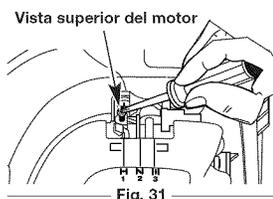

Fig. 31
La velocidad mínima del motor puede ser ajustada. Puede tener acceso al tornillo de ajuste de mínima a través de un orificio en la parte superior de la cubierta del motor (Fig. 31).
- Suelte el gatillo del regulador y deje que el motor funcione en mínima. Si el motor se para, inserte un destornillador Phillips pequeño en el orificio de la cubierta del motor (Fig. 31). Gire el tornillo de mínima hacia adentro, en sentido horario, de a 1/8 de vuelta por vez (según sea necesario) hasta que el motor funcione en mínima suavemente.